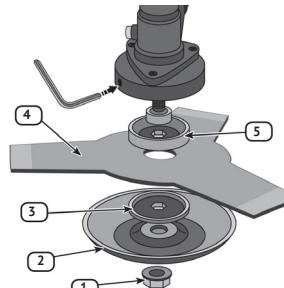

рис.5
6.4 Установка режущего ножа (рис. 5)
- застопорив шпиндель, открутить гайку крепления ножа (рис.5 поз.1), поворачивая её по часовой стрелке (резьба левая);
- снять нижнюю крышку (рис.5 поз.2) и зажимной фланец (рис.5 поз.3) со шпинделем выходного редуктора;
- установить на шпиндель: опорный фланец (рис.5 поз.5), режущий нож (рис.5 поз.4), зажимной фланец и нижнюю крышку;
- убедитесь, что режущий нож отцентрирован и ровно лежит на опорном фланце (рис.5 поз.3);
- застопорив шпиндель, открутить гайку крепления ножа (рис.5 поз.1), поворачивая её по часовой стрелке;
- снять нижнюю крышку (рис.5 поз.2), зажимной фланец (рис.5 поз.3) и нож, если установлен, со шпинделем выходного редуктора;